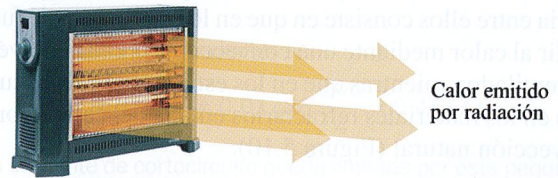

Figura 5.7. Radiación.
- Radiación:** este tipo de transmisión se produce por ondas y es similar a la que se produce por el Sol. De esta forma de transmisión se aprovechan elementos calefactores como, por ejemplo, las estufas de rayos infrarrojos, placas solares de alta temperatura, hornos eléctricos. El uso de este tipo de aparatos para la calefacción eléctrica debe realizarse con las debidas medidas de seguridad, ya que las temperaturas que alcanzan suelen ser elevadas y podrían ocasionar accidentes como quemaduras o incendios (Figura 5.7).